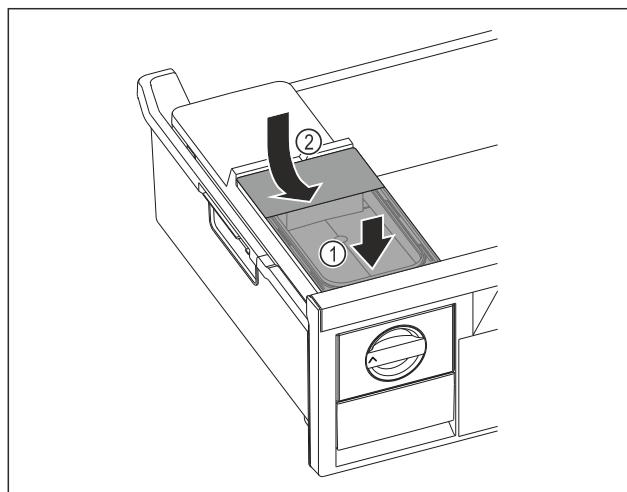

Fig. 77
► Nádržku na vodu nasadte vpred. Fig. 77 (1)
► Nádržku na vodu spustite vzadu. Fig. 77 (2)